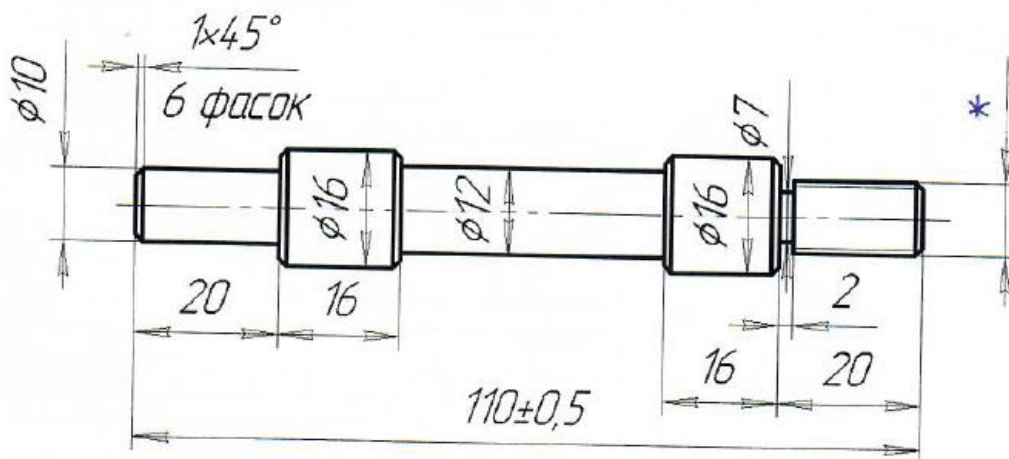

Рис. 1. Чертеж фиксатора
1. По чертежу выточить фиксатор* (рис.1.).